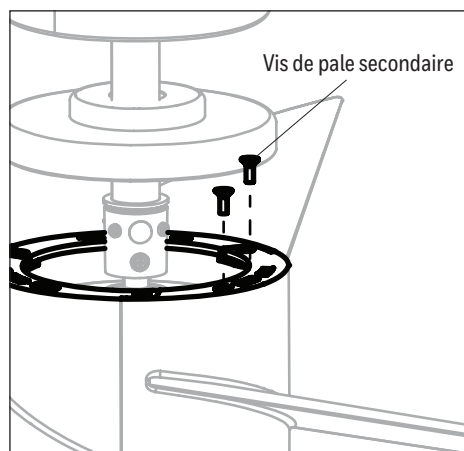

Figure 5.4
- Alignez les trous situés en haut des pales avec les six trous situés en haut du l'ensemble moteur. Fixez-les avec les vis de pale secondaire du kit de quincaillerie (Figure 5.4).